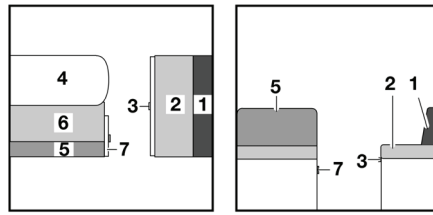

Bild 163 Vor dem Umbau
- Tisch (Bild 163,4) vergrößern und zum Bettunterbau umbauen (siehe Abschnitt 7.9).
- Griff ziehen und Klappe (Bild 163,7) öffnen.